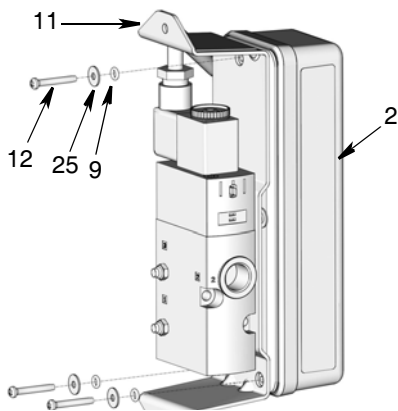

FIG. 33
3. Remova os três parafusos (12), arruelas (25) e O-Rings (9) fixando o suporte do PAC (11) ao gabinete (2) (FIG. 33).